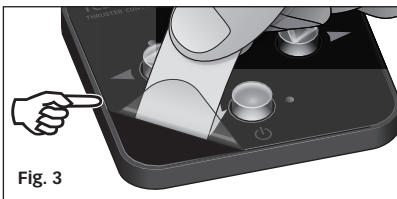

Fig. 3
- (Fig. 3) Une fois l'installation complétée, retirer le film de protection transparent de la surface de la commande. Il est conseillé d'utiliser du ruban adhésif pour retirer le film transparent.